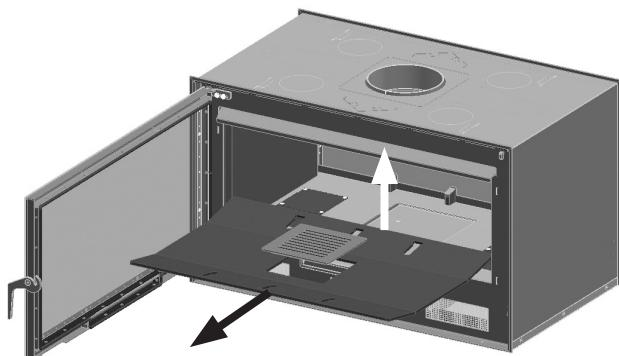

FIG. 9
1. Retirar del aparato la parrilla de hierro fundido y el fondo. **Prestar atención a las piezas de vermiculita, pueden romperse.** (Fig. 9)